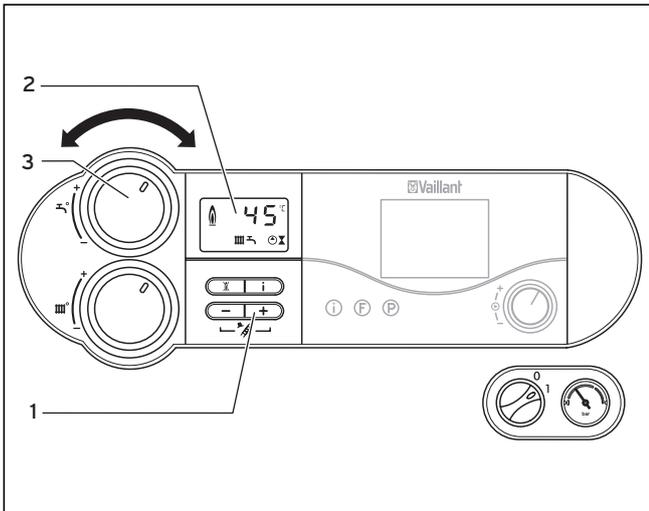

Abb. 4.6 Einstellung der Speichertemperatur
Bei Unterschreiten der eingestellten Speichertemperatur geht das Gerät selbsttätig in Betrieb und heizt den Speicher nach. Während der Speicherladung blinkt im Display (2) die Anzeige C, siehe Abbildung 4.6.
- Drehen Sie hierzu den Drehknopf (3) zur Einstellung der Warmwassertemperatur auf Linksanschlag, siehe Abbildung 4.6. Die Solarfunktion wird deaktiviert, es bleibt eine Frostschutzfunktion für den Speicher aktiv. Im Display (2) wird für ca. fünf Sekunden eine Speichertemperatur von 15 °C angezeigt.